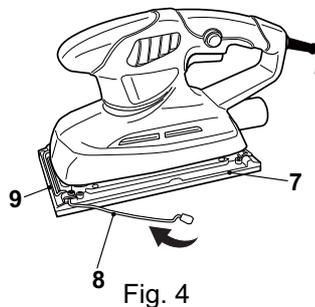

Fig. 4
- > Appuyez sur le levier de pincement (8) vers le bas le long de la plaque de base (7) pour ouvrir la barre de pincement (9) (Fig. 4).